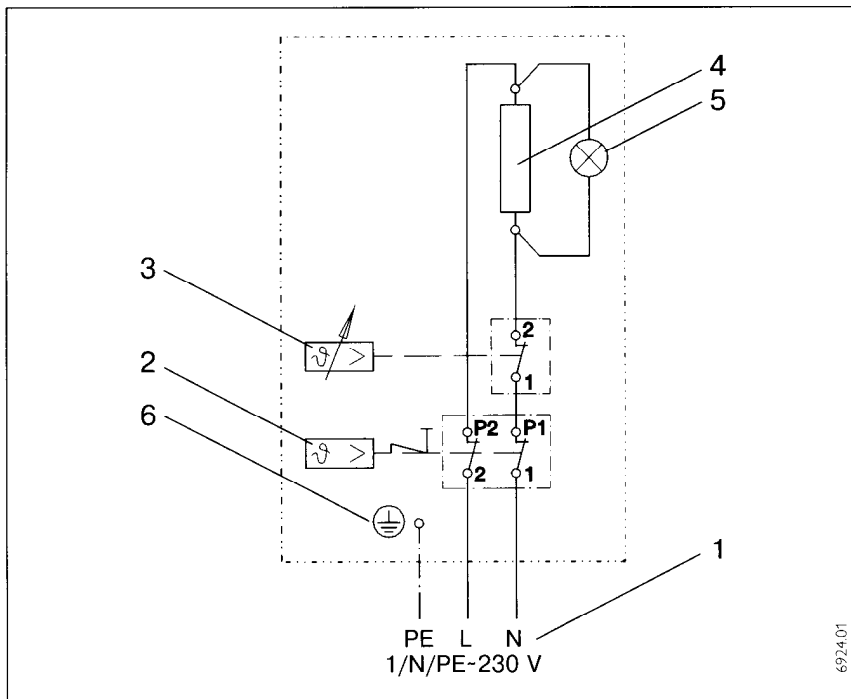

Fig. 6 / Rys. 6 / 6. ábra / Рис. 6
Electrical connection (see Fig. 6) **is only to be established by a qualified installer, in accordance with these instructions.**
(patrz rysunek 6)
Электроподключение (см.рис.6)
- w przypadku zadziałania ogranicznika temperatury bezpieczeństwa (rysunek 6, pozycja 2) należy wymienić regulator (rysunek 6, pozycja 3) uaktywnić ponownie ogranicznik temperatury bezpieczeństwa poprzez wciśnięcie przycisku odblokowującego.
- В случае, если сработал предохранительный температурный ограничитель (рис. 6, поз. 2), необходимо проверить и в случае неисправности заменить регулятор температуры (рис. 6, поз. 3). Предохранительный ограничитель температуры привести в прежнее положение путем нажатия кнопки возврата под защитной крышечкой прибора.